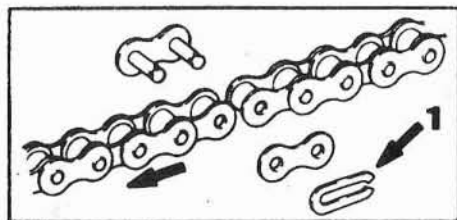

Fig. 23 - Molletta di arresto.
- mediante una pinza rimuovere la molletta di arresto (1 Fig. 23) e dopo aver tolto la maglia di giunzione sfilare la catena.